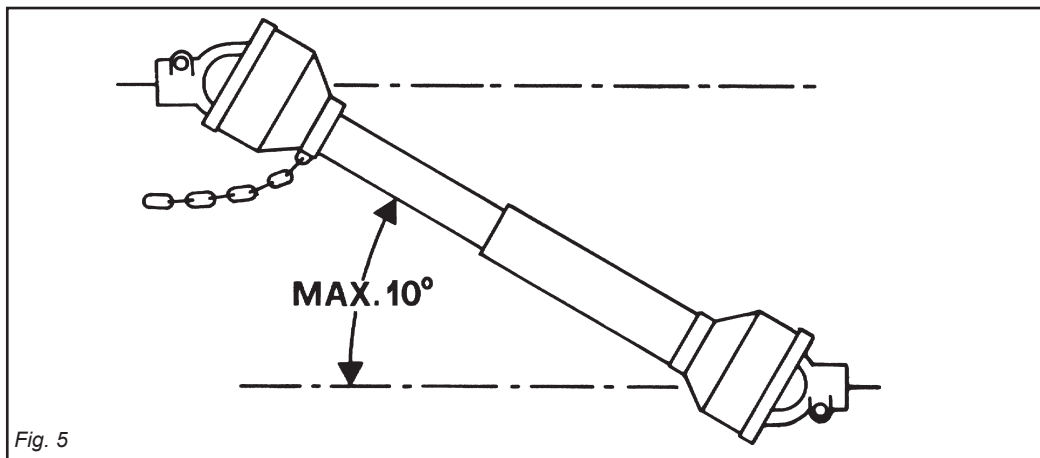

Fig. 5
- 40) Disinserire, sempre, la presa di forza quando l'albero cardanico fa un angolo troppo aperto (mai oltre i 10 gradi - Fig.5) e quando non viene usata.